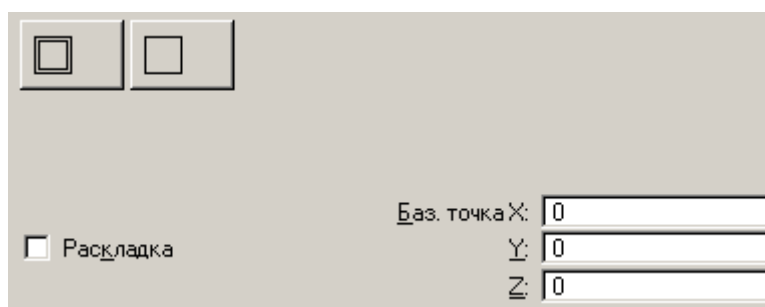

Рисунок 34
- *Пиктограммы* определяют форму создаваемой коробки двери или окна (Рисунок 34).